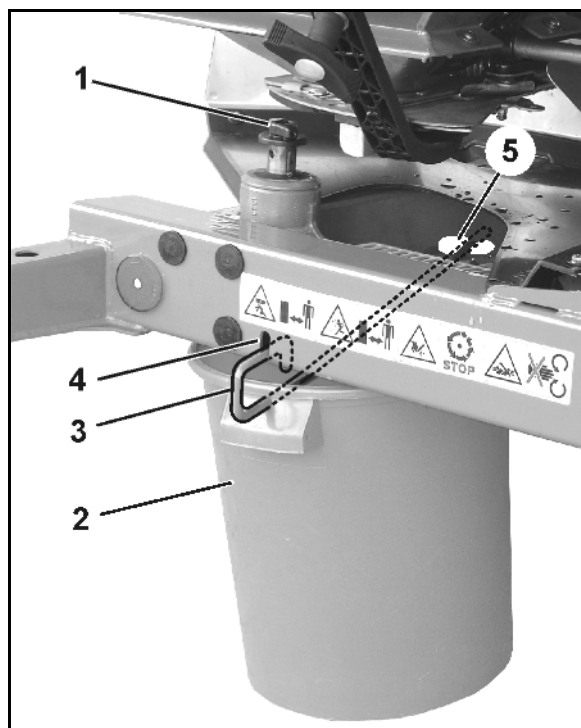

Fig. 40
- 2.1 Skru vingeskruen (Fig. 40/1) til fastgørelse af spredeskiven ud, og træk spredeskiven af drivakslen.
3. Hæng samlebeholderen (Fig. 40/2) i holderne (Fig. 40/4 og Fig. 40/5) på rammen ved hjælp af bøjlen (Fig. 40/3).